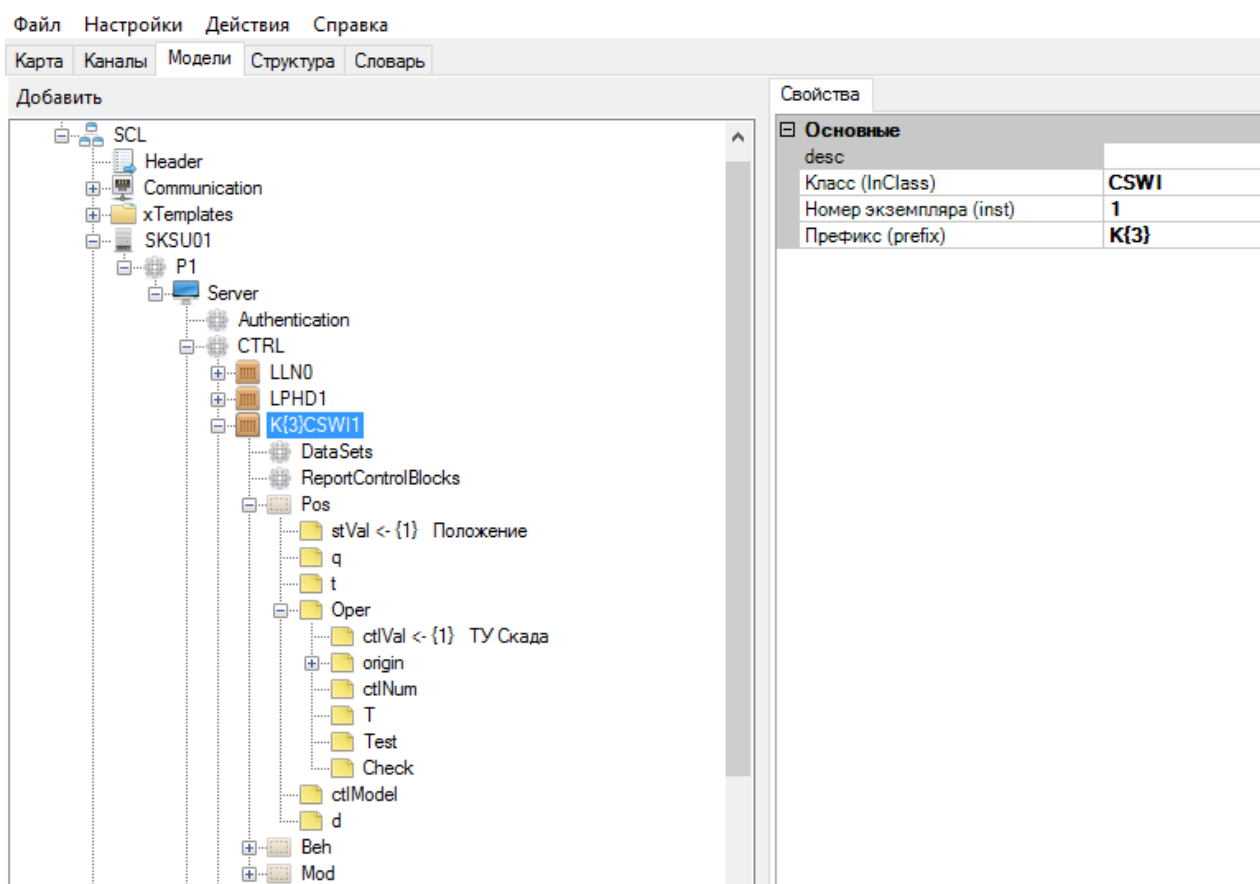

Рисунок 415. Создание шаблона логического узла
- создать логический узел со всей структурой объектов данных и их атрибутов и осуществить привязку переменных (см. Рисунок 415);